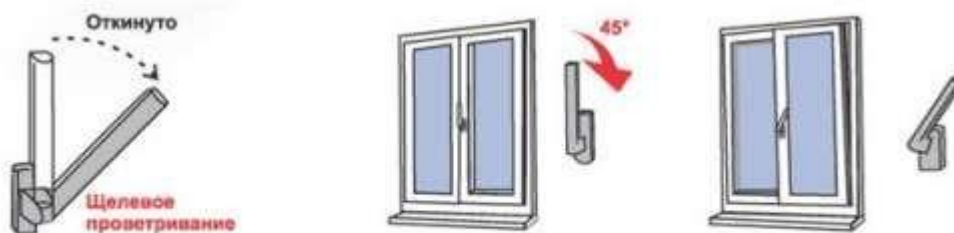

Рис.3
- 5) Для перевода створки в положение «Проветривание» ручку поворачивают из положения «Откинута» в положение «Проветривание» на 45 градусов (см. Рис. 3) При этом створка окна (после небольшого поворота относительно нижней горизонтальной оси) фиксируется, будучи неплотно прижатой к раме окна сверху. Зазор между рамой окна и створкой (в верхней части) в данном режиме может составлять не более 5 мм. 6) Для того, чтобы закрыть окно, из режима «Проветривание» створку окна необходимо сначала прижать рукой раме окна, затем повернуть ручку в положение «Закрыто».